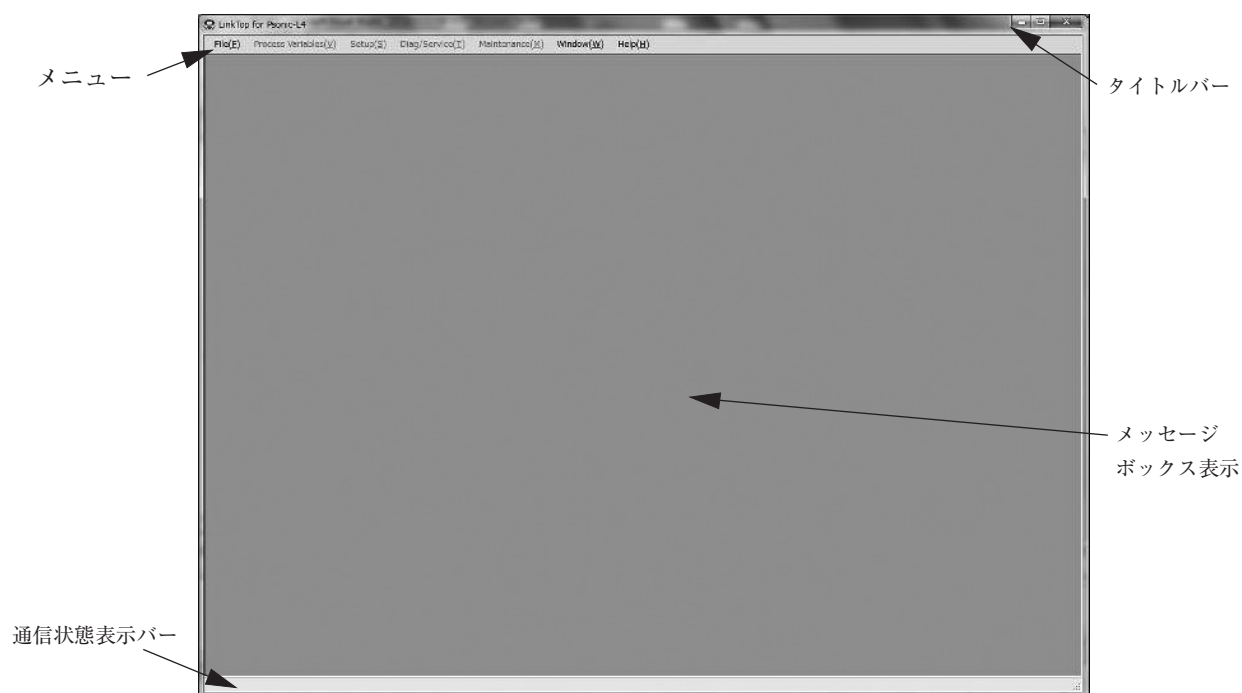

図3-1
① LinkTop の画面は図3-1 のような構成となっています。